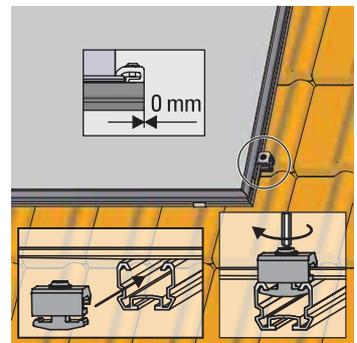

Figura 3-28 Inserire e avvitare saldamente le piastrine di bloccaggio singole per l'ultimo collettore piano
11. Inserire e avvitare saldamente le piastrine di bloccaggio singole per l'ultimo collettore piano (Figura 3-28).